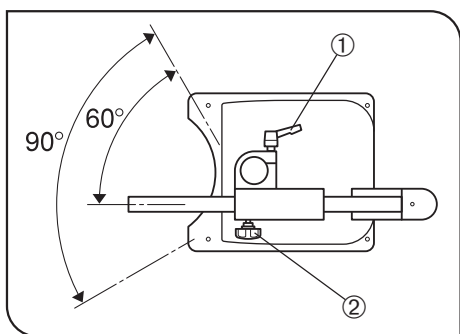

Fig. 17
2. Per ruotare il braccio orizzontale attorno alla colonna allentare la leva ①. La rotazione è limitata ad un angolo di 90° dal fermo corsa dell'anello anti caduta. Orientando la manopola ② dell'anello anti caduta verso il lato anteriore dello stativo, la rotazione di 90° è frontale in condizioni di massima stabilità del sistema. (Fig. 17)